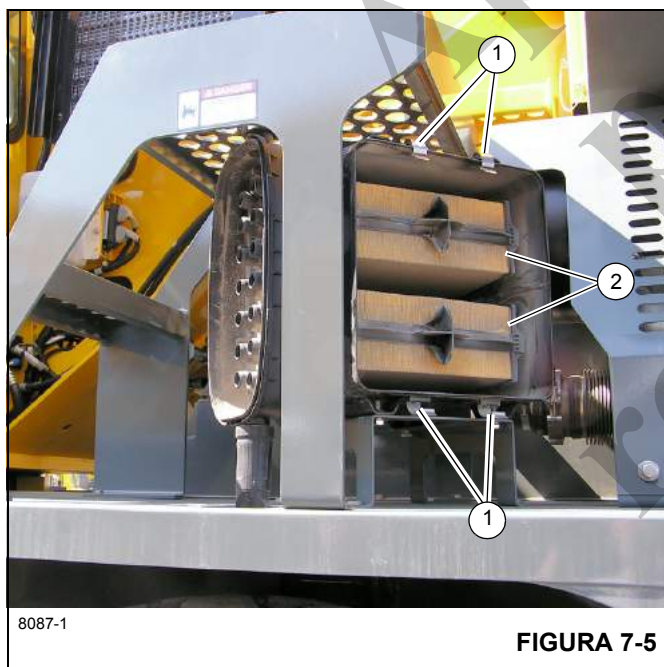

FIGURA 7-5
1. Levante as presilhas (1) (Figura 7-5) que fixam a tampa ao corpo do purificador de ar e remova a tampa.
2. Remova o filtro primário (2) (Figura 7-5) do purificador de ar e inspecione se há material estranho e marcas de poeira.
6. Coloque a tampa de volta no alojamento do purificador de ar e fixe com as presilhas (1).